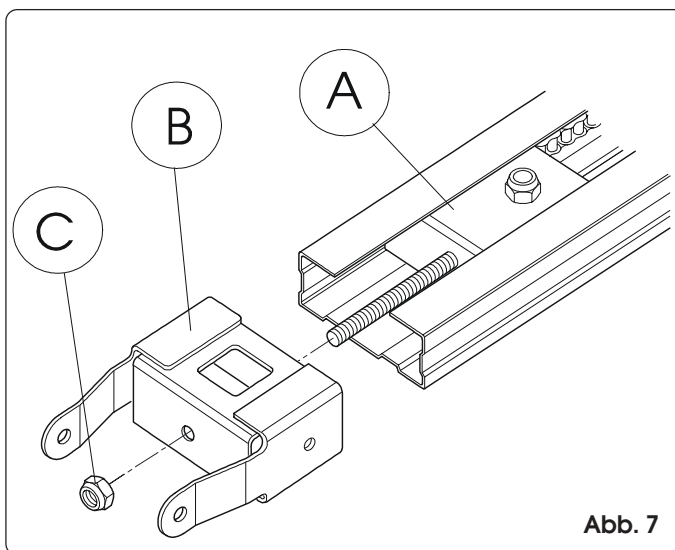

Abb. 7
- 2) Schieben Sie den Umlenksatz (Abb. 7 Pos. A) bis zum vorderen Endstück durch die gesamte Laufschiene hindurch.
- 3) Bauen Sie den vorderen Anschluss (Abb. 7 Pos. B) auf den Umlenksatz (Abb. 7 Pos. A).
- 4) Spannen Sie die Kette durch Andrehen der Mutter (Abb. 7 Pos. C) leicht an.